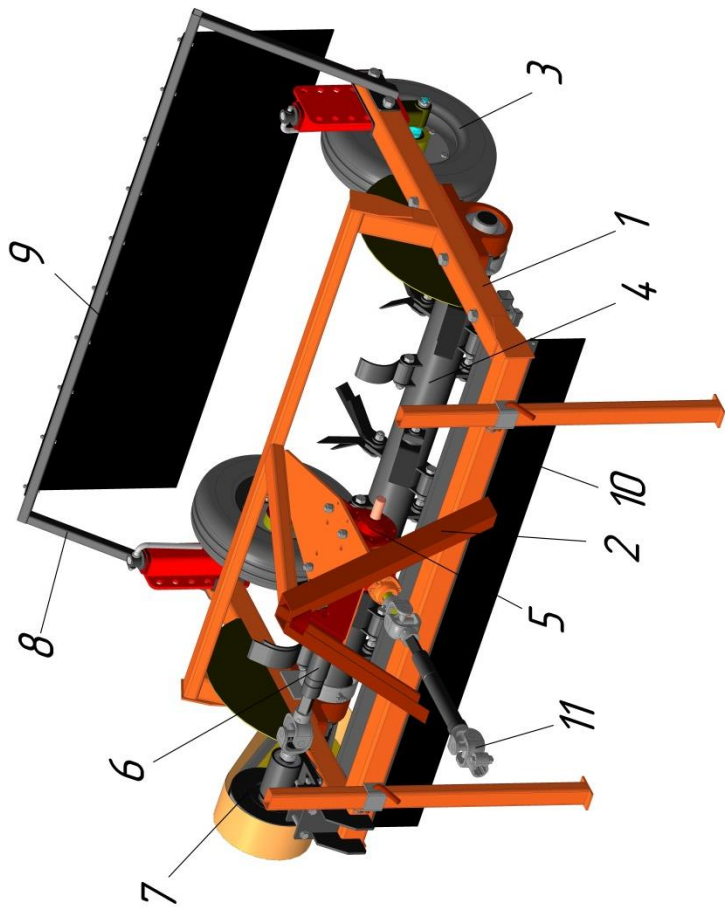

Рисунок 1 – Общий вид машины ботвоборочной МБУ-1,5Л
3.1 Машина ботвоуборочная (рисунок 1) представляет собой навесную машину, состоящую из несущей рамы 1 с навеской 2, на которой крепятся: два регулируемых по высоте опорных колеса 3. Привод вращения ротора 4 с ножами осуществляется от ВОМ трактора через карданную передачу 11 и конический редуктор 5, карданную передачу 6 и ременную передачу 7. Для предотвращения вылета из-под работающей машины камней и остатков растений спереди на раме и сзади с помощью хомутов и двух кронштейнов 8 установлены защитные экраны 9 и 10.
3.6 Для предотвращения вылета скошенной ботвы и камней из-под ножей машины на раме установлены защитные ограждения 9 и 10 (см. рисунок 1).